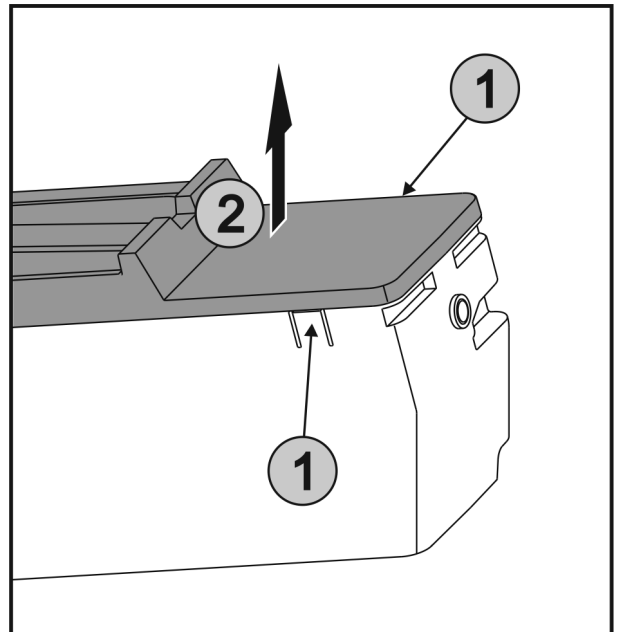

Fig. 38
- ▶ Appuyer simultanément sur les languettes Fig. 38 (1) des deux côtés de l'EasyTwist-Ice et retirer le couvercle Fig. 38 (2) vers le haut.